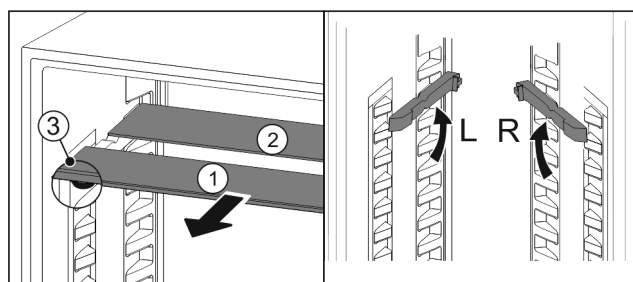

Fig. 105
- Wyciągnąć Fig. 105 (1) pojedynczo półki szklane do przodu.
- Płyta szklana Fig. 105 (1) z listwą ozdobną znajduje się z przodu.
- Stopery Fig. 105 (3) wskazują w dół.